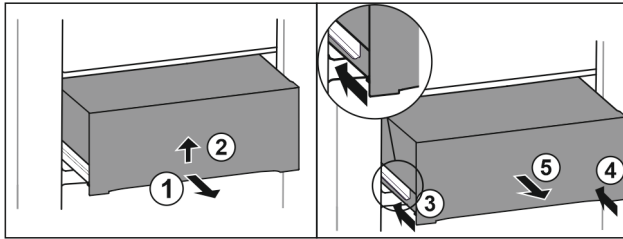

Fig. 31
- Estrarre il cassetto a metà. Fig. 31 (1)
- Sollevare il cassetto nella parte inferiore. Fig. 31 (2)
- Inserire la guida sinistra. Fig. 31 (3)
- Inserire la guida destra. Fig. 31 (4)
- Rimuovere il cassetto tirandolo in avanti. Fig. 31 (5)